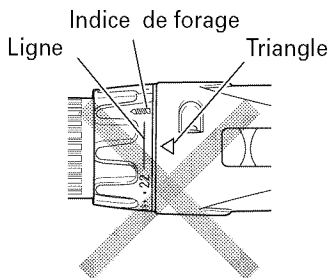

Fig. 7
- N'utilisez pas l'outil avec le sélecteur de débrayage positionné entre le chiffre "22" et la ligne au centre du symbole du foret, vous risqueriez de l'endommager (Voir Fig. 7).